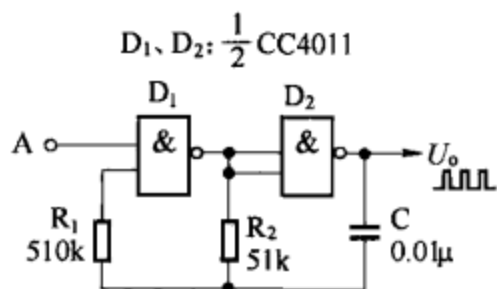

图 8-15
(3) 图 8-15 所示为门控多谐振荡器电路, 由两个与非门 D_1 、 D_2 等构成, 其中 D_2 两输入端并接作非门用。当控制端 $A=1$ 时电路起振, 输出 900Hz 方波信号; 当控制端 $A=0$ 时电路停振。振荡频率 $f=\frac{1}{2.2R_2C}$ (Hz), f 可通过改变 R_2 、 C 予以改变。